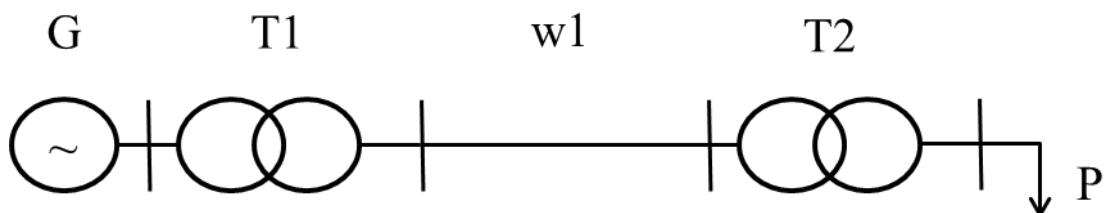

Рис. 1. Схема электроподачи
**Задача 1.** Определить вероятность перерыва электроснабжения в соответствии со схемой, представленной на рис. 1.